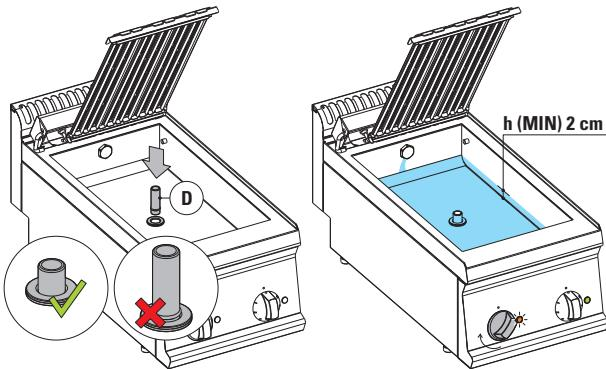

рис.3
- Установить водослив | D | рис.3 до днища.
- Вновь установить водослив | D | рис.3.